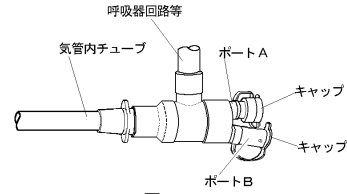

図4.
- ⑩肺虚脱後(分離肺換気中)の通常操作時は、ブロッカーチューブのキャップを確実に閉めておくこと。
- ⑪挿入に際し、ブロッカーチューブの先端が気管内チューブのコネクタ等に当たる場合は、ブロッカーチューブを回しながら通過させること。
- ①気管支鏡やサクシオンチューブは、ポートAのキャップを外して、挿入すること。(図4参照)
- ②気管支鏡やサクシオンチューブを挿入しない場合は、ポートAのキャップは、確実に閉めておくこと。
- ③ブロッカーチューブの交換等、ブロッカーチューブを抜去した状態で、一時的に呼吸管理を行う場合は、各ポートのキャップを確実に閉めておくこと。(図4参照)